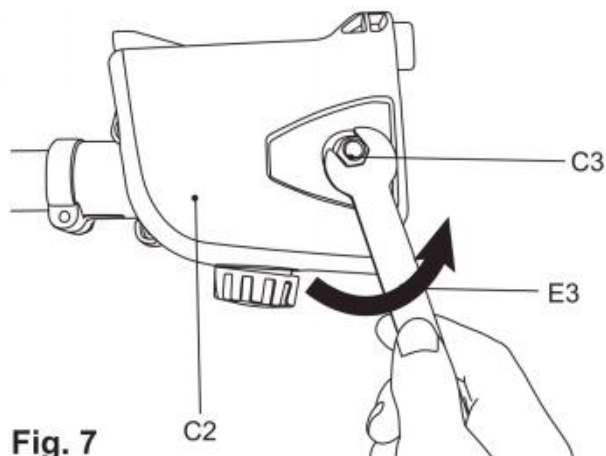

Fig. 7
3) Desenrosque la tuerca de retención (C3) en sentido contrario a las agujas del reloj con la llave de montaje (E3) y, a continuación, retire la tapa lateral (C2). (Fig. 7)